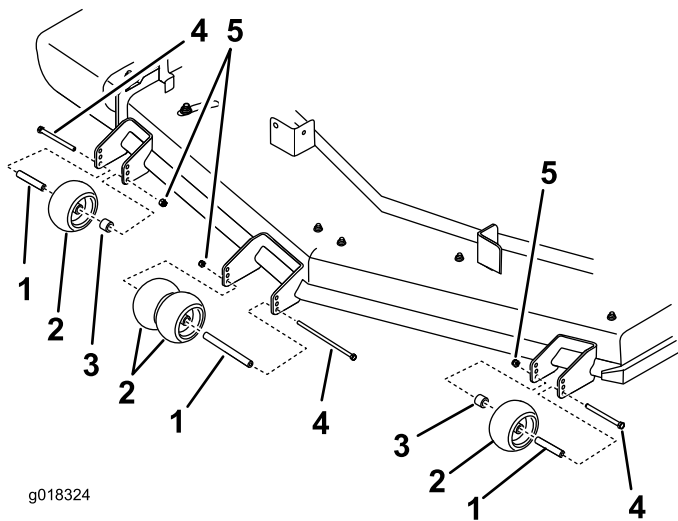

Figure 26
4. Veillez à monter les entretoises et les bagues (Figure 26).